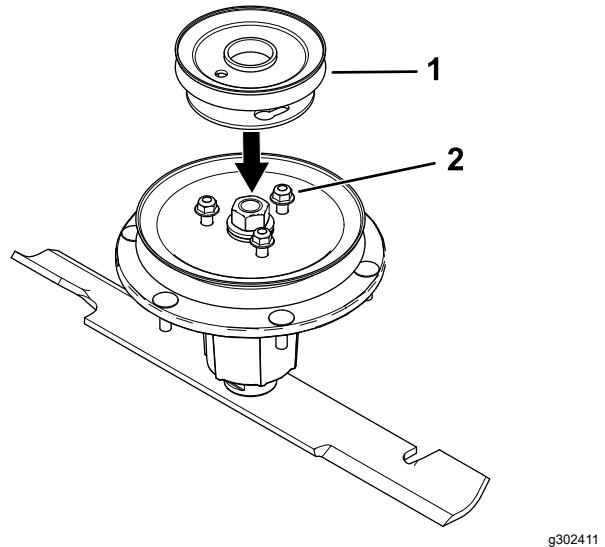

Figure 10
7. Placez la nouvelle poulie de sorte à pouvoir engager ses ouvertures sur les écrous (Figure 10).